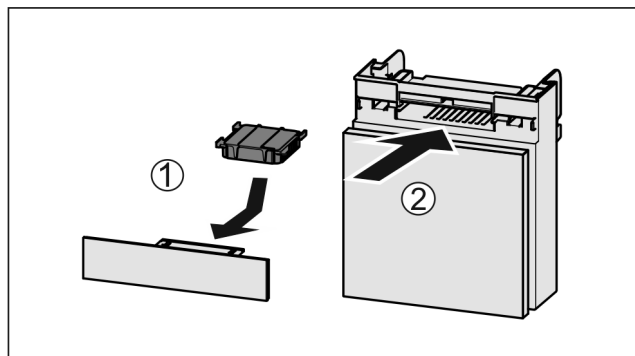

Fig. 58
- 按图装入 Fig. 58 (1) 活性炭过滤器。
- 推入 Fig. 58 (2) 抽屉。